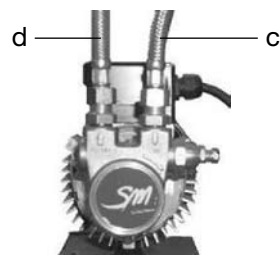

Figura 7
- 3) Collegare il tubo **d** (dell'impianto idraulico della macchina per caffè) alla mandata della pompa (figura 7).